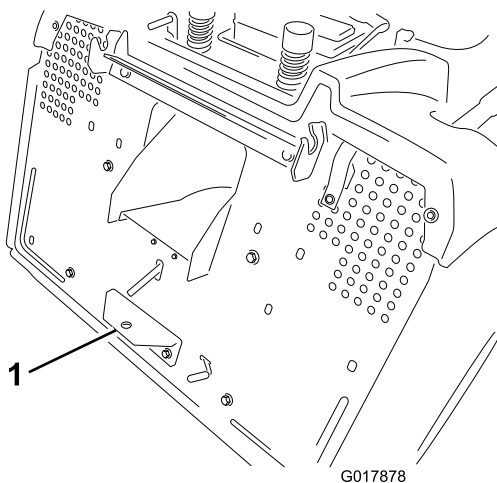

Figura 20
2. Instale el accesorio en el enganche de remolque situado en la parte inferior trasera de la máquina (Figura 20).